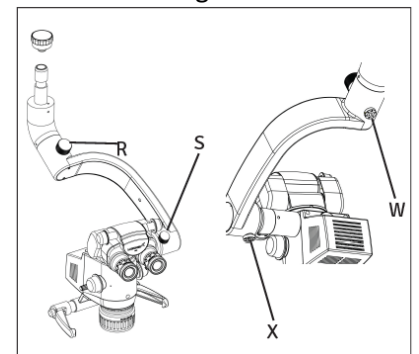

Fig. 41
- Le mécanisme de contreponds est fourni avec des vis hexagonales X et W pour régler la force avec une rotation dans le sens horaire/antihoraire sur le bras porteur pour prendre en charge les charges supplémentaires d'accessoires. Voir la figure 41.